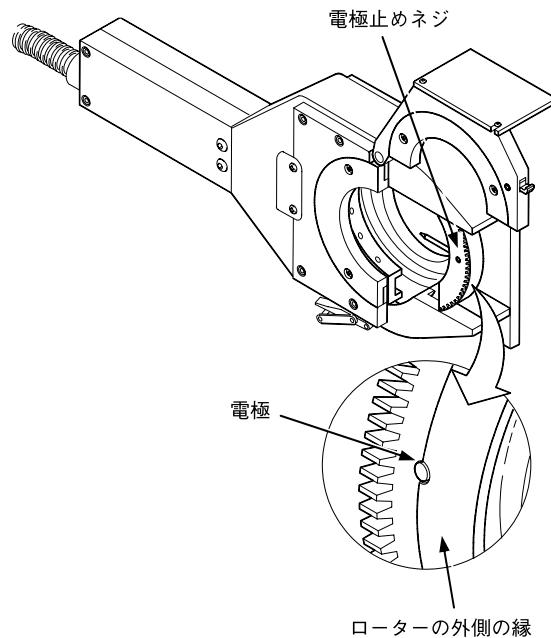

図6：電極を取り付ける
1. ウエルド・ヘッドを開いた状態で、タンゲステン電極が図6の位置に来るまで本体スイッチ・パネルの「ジョグ」または「電極交換」を押します。